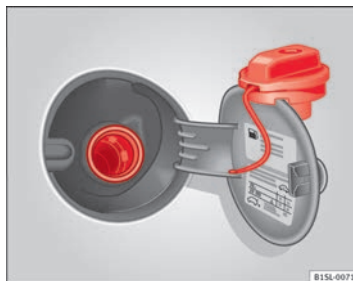

Fig. 107 Trappe à carburant ouverte avec bouchon de réservoir accroché.
- Retirez le bouchon du réservoir dans le tournant dans le sens contraire des aiguilles d'une montre et fixez-le sur le bord supérieur de la trappe à carburant ⇒ fig. 107.